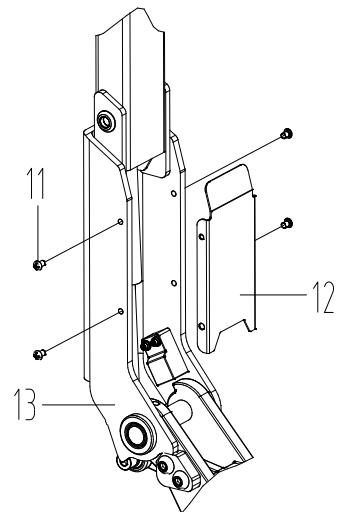

Figura 5
- Tal y como se muestra en la figura 5, fije la placa de la cubierta (12) al conjunto del manillar (13) con tornillos (11). Una vez esté bien sujetado habrá finalizado el proceso de instalación.